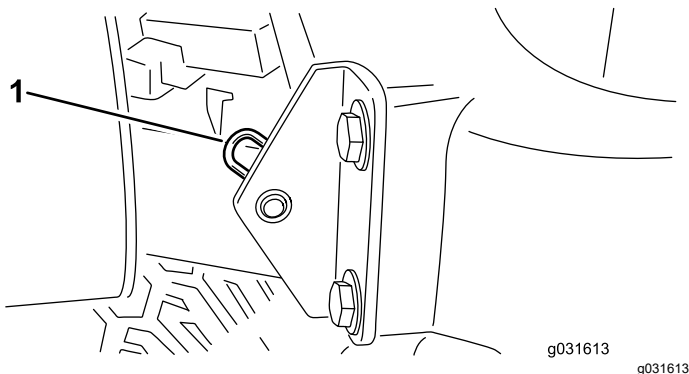

Figura 31
2. Retire el pasador que fija el pivote del capó a los soportes (Figura 31).